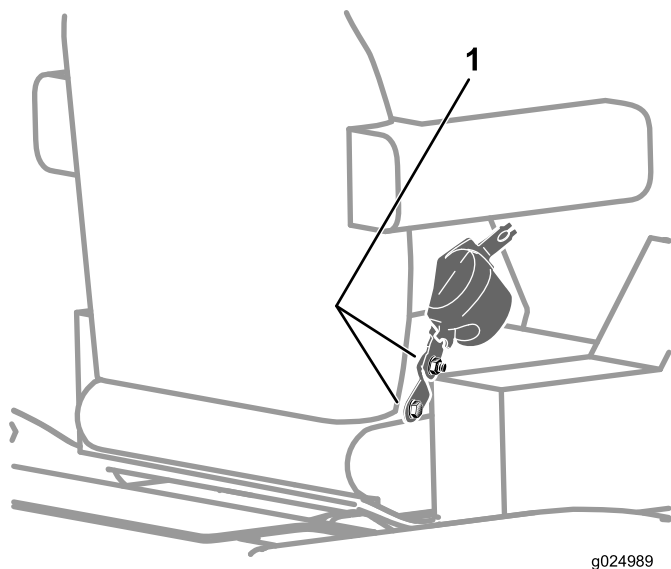

Figura 114
2. Verifique se os parafusos e porcas de fixação do retrator e fecho do cinto de segurança estão apertados com torque de 47 a 61 Nm (35 a 45 pol.-lb); consulte a Figura 114.